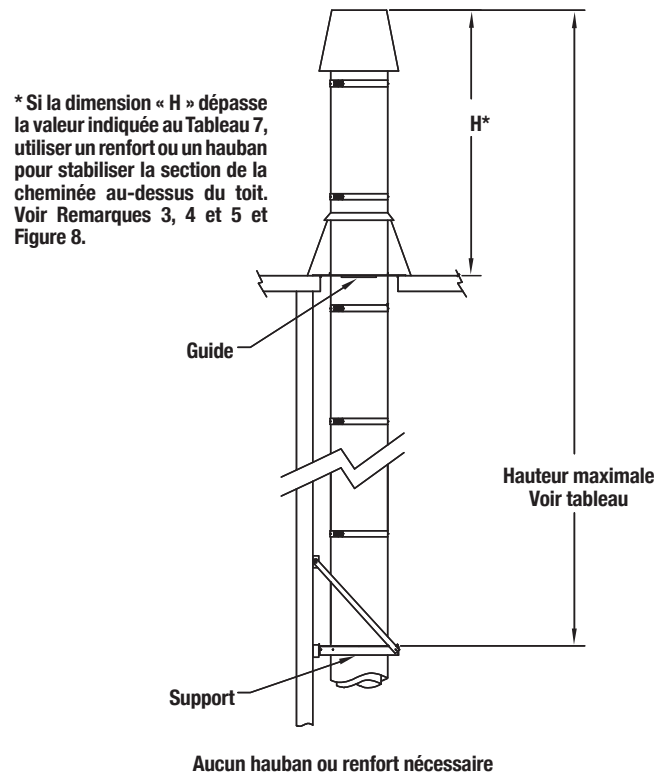

Figure 7 - Hauteur maximale auto-portante de la cheminée
2. Si la partie au-dessus du toit ne dépasse pas la dimension H, aucun arrimage ou renfort spécial n'est nécessaire. Cependant, pour protéger le solin contre les déplacements latéraux, un guide doit être installé au niveau du toit sous le solin. Voir **Figure 7**.